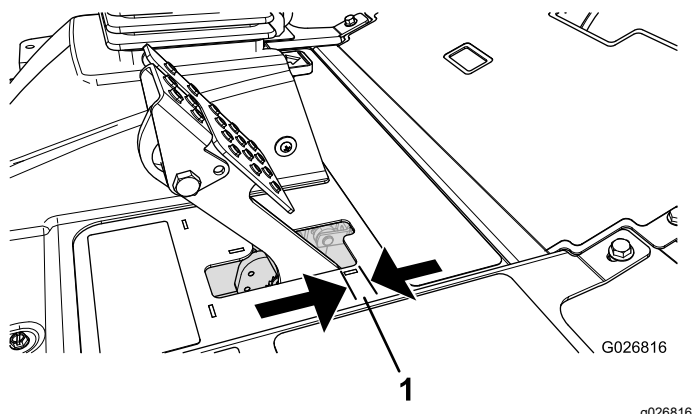

Рисунок 53
Тормоза необходимо отрегулировать, если свободный ход (Рисунок 53) педали тормоза превышает 2,5 см или требуется большее усилие нажатия для торможения. Свободный ход — это расстояние перемещения педали тормоза до ощущения тормозного сопротивления.
2. Затягивая заднюю гайку, переместите тросик назад так, чтобы свободный ход педалей тормоза составил от 0,63 до 1,27 см (Рисунок 53) до момента фиксации колес.